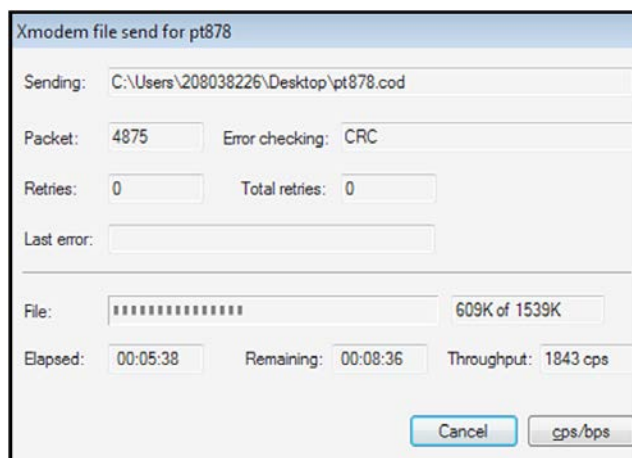

Рис. 16: Окно PT878 XModem File Send
4. В программе *HyperTerminal* выберите опцию *Transfer\Send File* (передать\послать файл) и протокол *XModem*. Перейдите к требуемому файлу с встроенным ПО и выберите опцию **Send** (послать) – см. рис. 16 ниже.